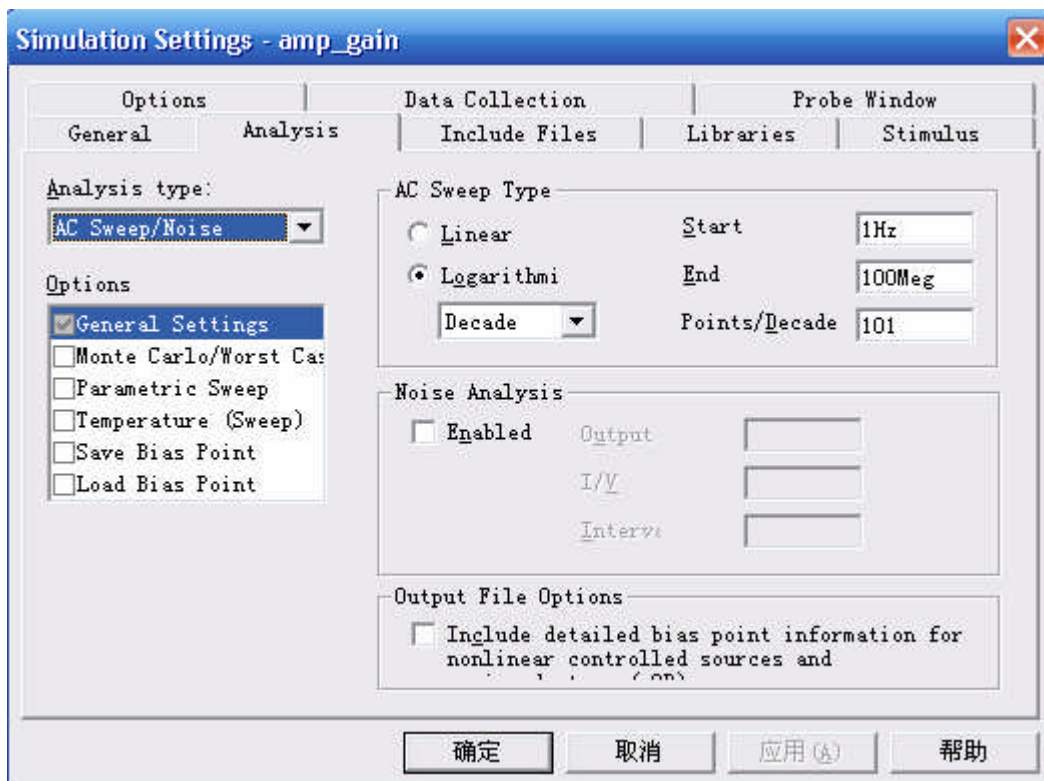

图 7.6 AC Sweep 设置
g) 点击  新建一个 amp_gain 仿真文件, 这次我们选择 AC Sweep, 具体设置如下图 7.6 所示: